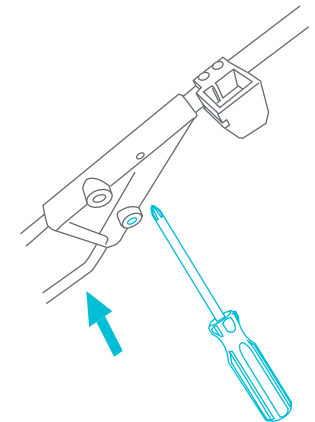

Fig. 4
- 4) • For safety and assurance check that the screw on the 3-Way Connector is tightened on both sides (Fig. 4).
- Para su seguridad y confianza verifique que el tornillo del conector de 3 vías esté ajustado de ambos lados (Fig. 4).